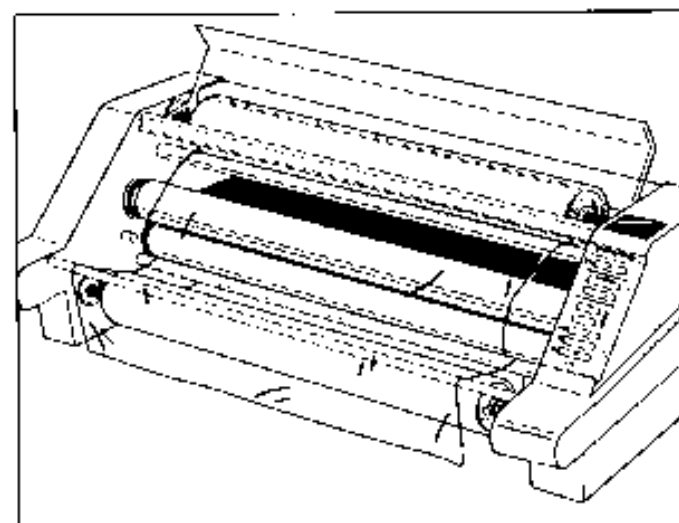

Fig. 13
13. Slide the feed tray under the bottom film web that is draped over the bottom roll of film. Reinstall feed table so that the bottom film web is resting on the tray, (Figure 13).
13. Setzen Sie den Anlagetisch wieder ein. (Abb. 13).
13. Schuif de invoerbak onder de onderste filmbaan die over de onderste rol film is gedrapeerd. Installeer de invoertafel opnieuw, zodat de onderste filmbaan op de bak rust (zie afb. 13).
13. Glissez le plateau d'alimentation sous le lê de film intérieur qui est drapé autour de la bobine de film intérieure. Réinstallez la table d'alimentation de façon à ce que le lê de film intérieur repose sur le plateau d'alimentation (figure 13).